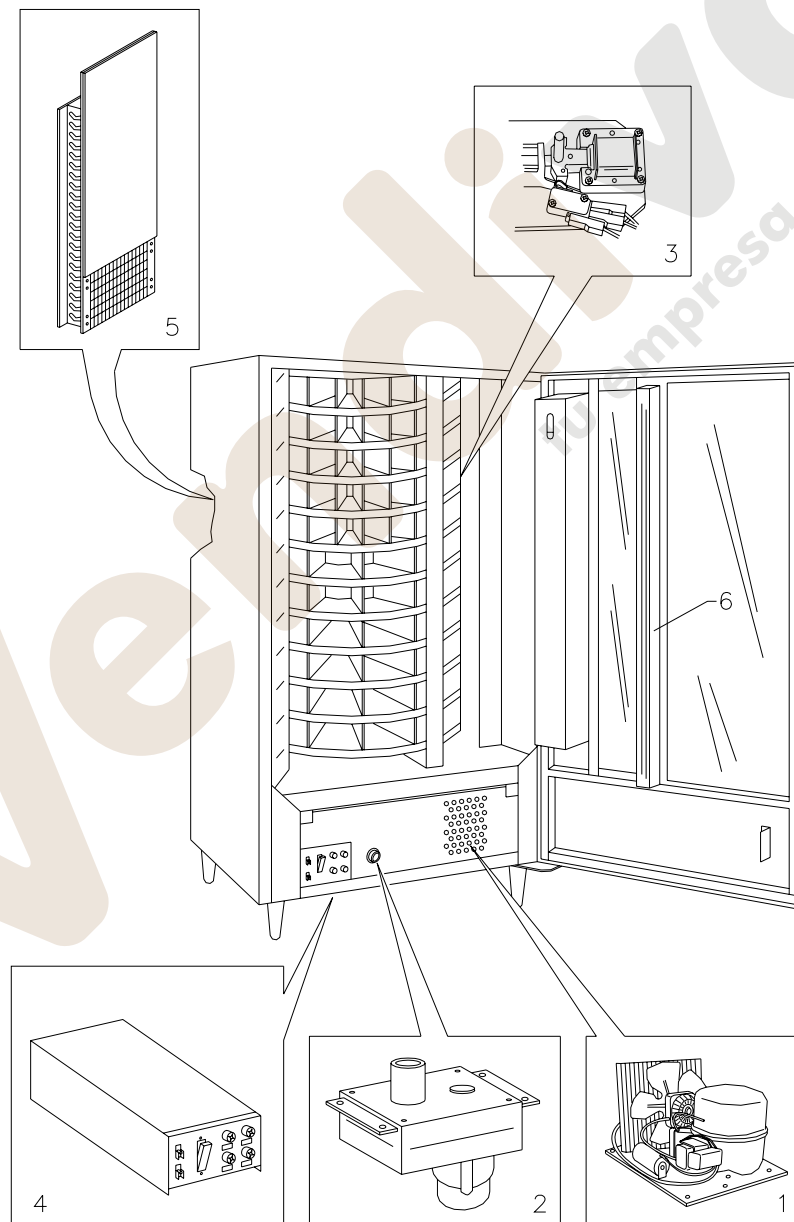

FIG. 2
## 5 COMPONENTES INTERNOS (FIG. 2)
- 2) Tirar de la palanca del electroimán correspondiente al disco que debe cargarse (ref.3 FIG. 2), hacia el exterior e introducir los productos en el disco, girándolo a mano.